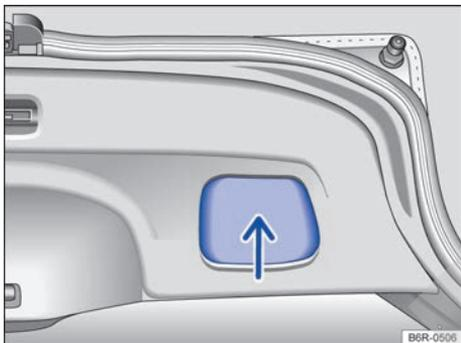

Fig. 60 Tapa trasera abierta: cavidad para tirar.
- Introduzca la mano en la cavidad del guarnecido interior de la tapa trasera → fig. 60 (flecha).